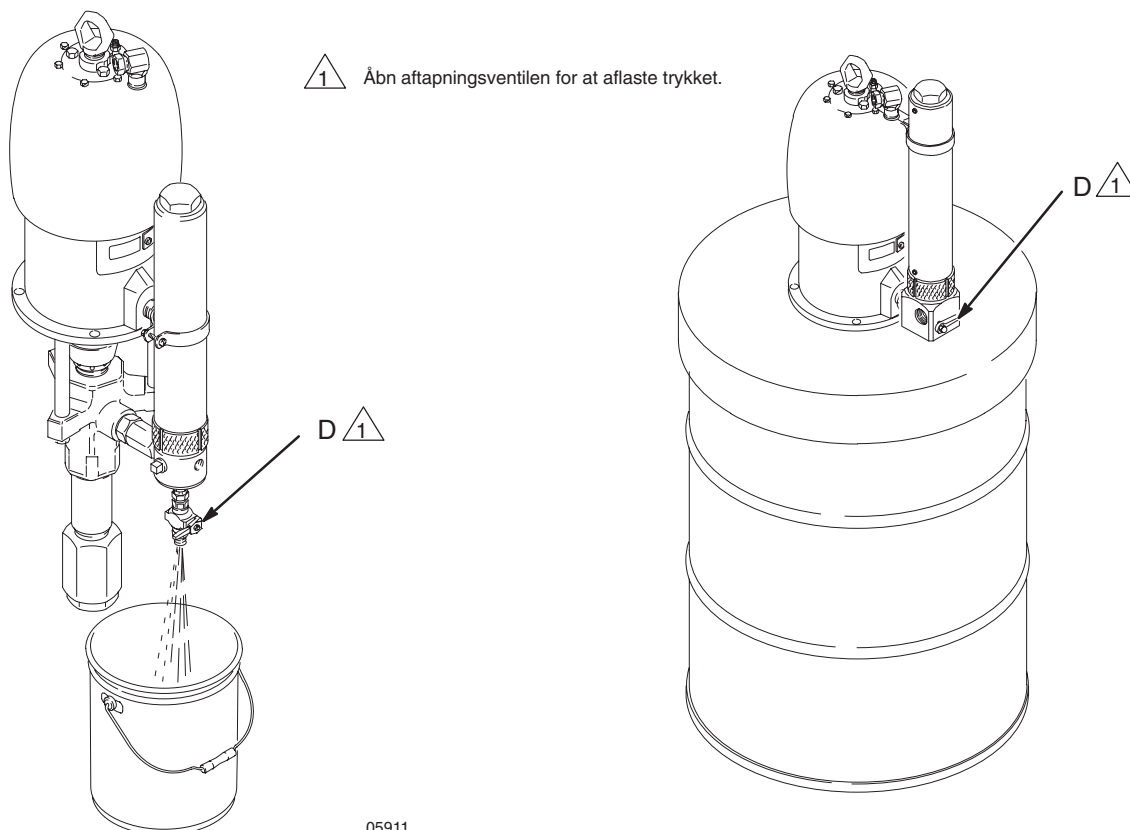

Fig. 3
Hvis der forekommer store trykudsving ved sprøjtepistolen, skal du slukke pumpen, aktivere pistolen for at aflaste væsketrykket og åbne aftapningsventilen (D) i bunden af ekspansionsbeholderen. Se fig. 3. Når beholderen er tømt, kan du lukke aftapningsventilen og genoptage arbejdet.